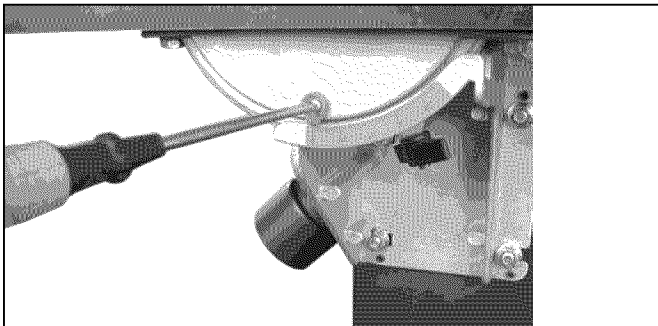

Figura 6 – Ajuste el Indicador a Cero
- Afloje el tornillo que sujeta el indicador y reajuste éste si es necesario para que indique cero grados (véase la Figura 6).